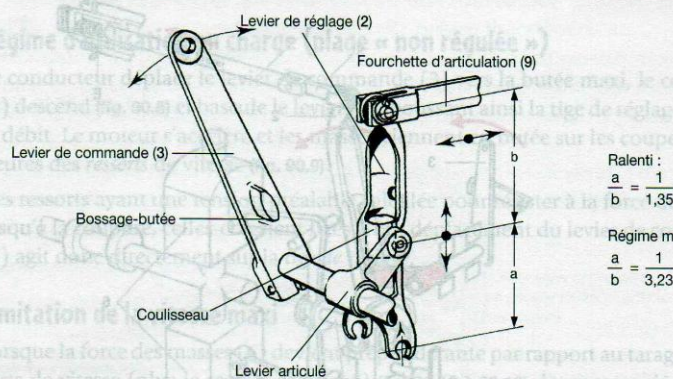

Figure 90.2. Principe du levier articulé à coulisse
(fig. 90.2 et 90.3).
La course des masses (6) au ralenti est de 6 mm (A) qui correspond à 8 mm environ de déplacement de la tige de réglage (rapport 1/1,35) (fig. 90.2 et 90.6).